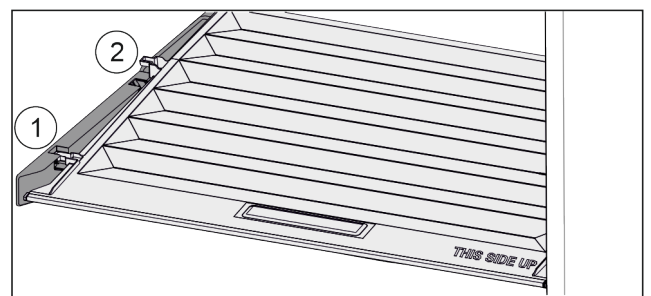

Fig. 45
- ▶ Издърпайте напред Fig. 45 (1) капака до отвора в задържащите части.
- ▶ Повдигнете го отзад отдолу и отстранете Fig. 45 (2) нагоре.